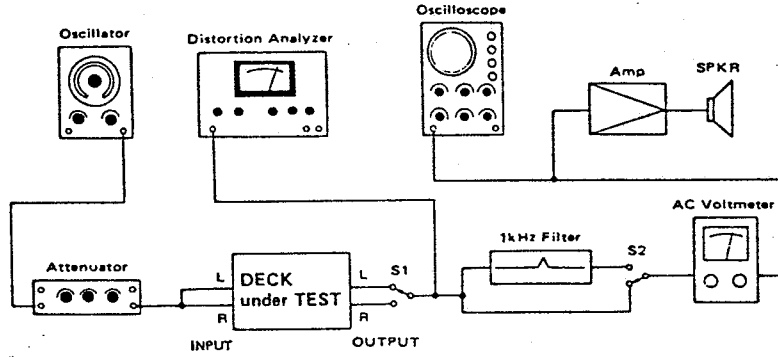

Fig. 6-2 Basic Test Setup
18. Channel separation チャンネル・セパレーション	Same as above 同上	INPUT : L-ch : 1kHz/ -10dB (316mV) R-ch : No signal	Check	OUTPUT (R) : 30dB min.
<ul style="list-style-type: none"> <li>● Connection : Fig.6-2 ; but with INPUT (R) disconnected and a 1-kHz filter connected.</li> <li>● 接続 : Fig.6-2, 但し INPUT (R) へは接続不要, 1-kHz フィルター使用</li> </ul>
19. Adjacent track crosstalk トラック間クロストーク	Same as above 同上	INPUT : L-ch : NO signal R-ch : 125Hz/ -10dB (316mV)	Check	OUTPUT (R) : 40dB min.
<ul style="list-style-type: none"> <li>● Connection : Fig.6-2 ; but with INPUT (L) and OUTPUT (L) disconnected.</li> <li>● 接続 : Fig.6-2 但し INPUT (L), OUTPUT (L) の接続を外す.</li> </ul>